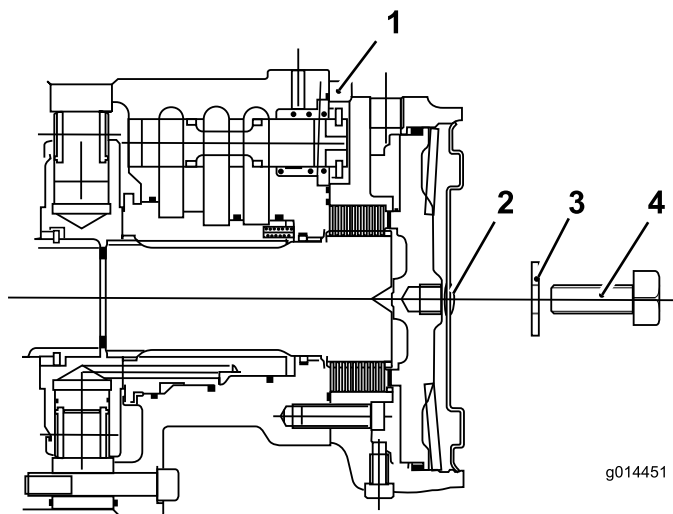

Figure 45
- Retirez le boulon (12 x 40 mm) et la rondelle (12 mm) du trou au centre de la plaque d'extrémité du moteur (Figure 45).